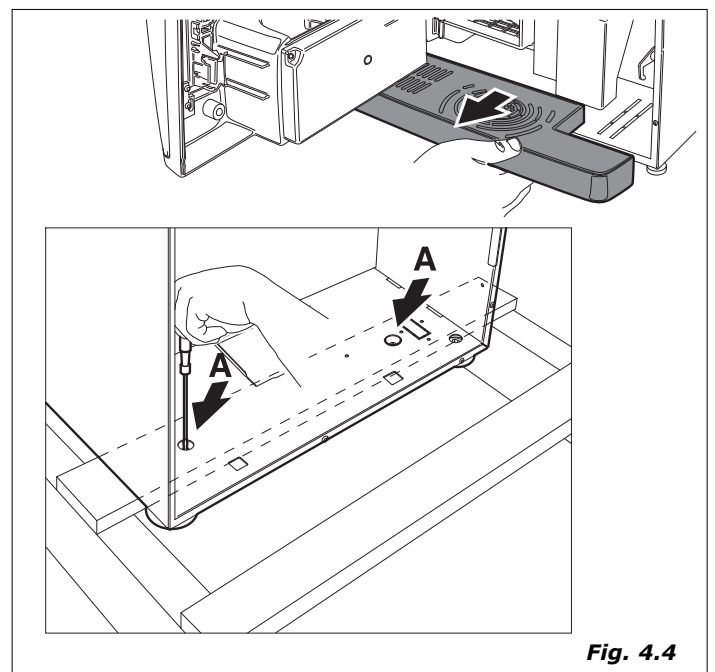

Fig. 4.4
Desserrer les vis (A) des pattes de fixation sur la palette (figure 4.4).